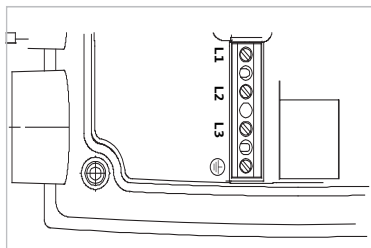

Fig. 24: Leistungsklemmen (Netzanschlussklemmen)
- Leistungsklemmen (Netzanschlussklemmen) (Fig. 24)